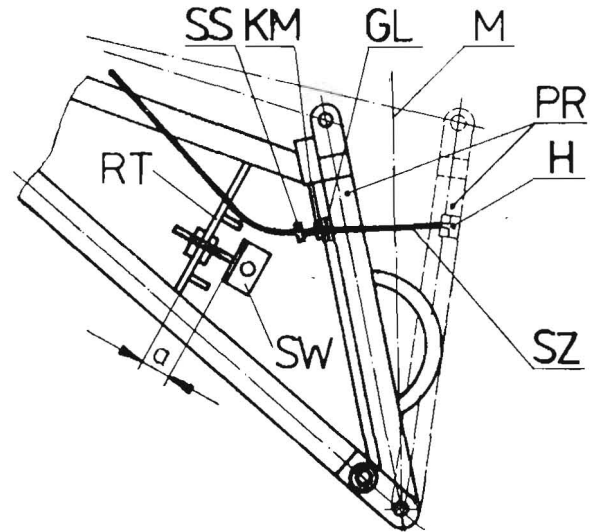

Bild 6/25
Der Anzeigestab wird von einem Seilzug (SZ) betätigt. Der Seilzug (SZ) muß am Schacht in die Halterung (H) und in das Gegenlager (GL) eingehangen werden (Bild 6/25).